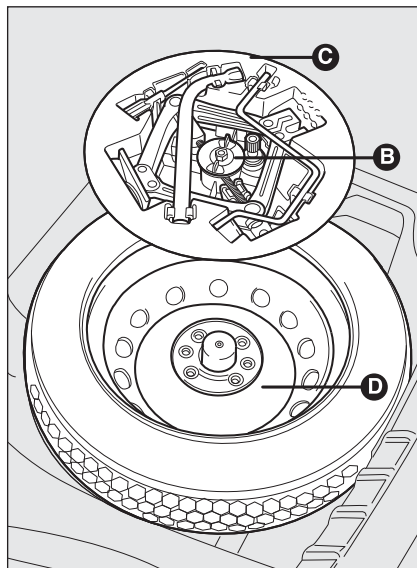

fig. 3
- ☐ afloje el dispositivo de bloqueo **B**-fig. 3;